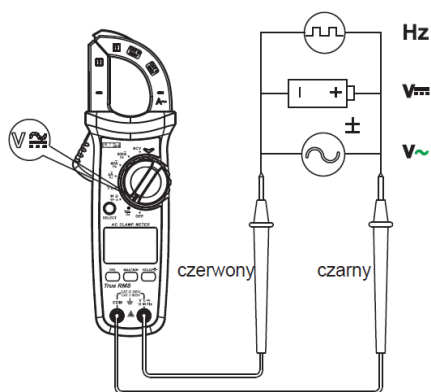

Fig. 3
**2. Măsurarea tensiunii DC / AC (vezi fig. 3)**